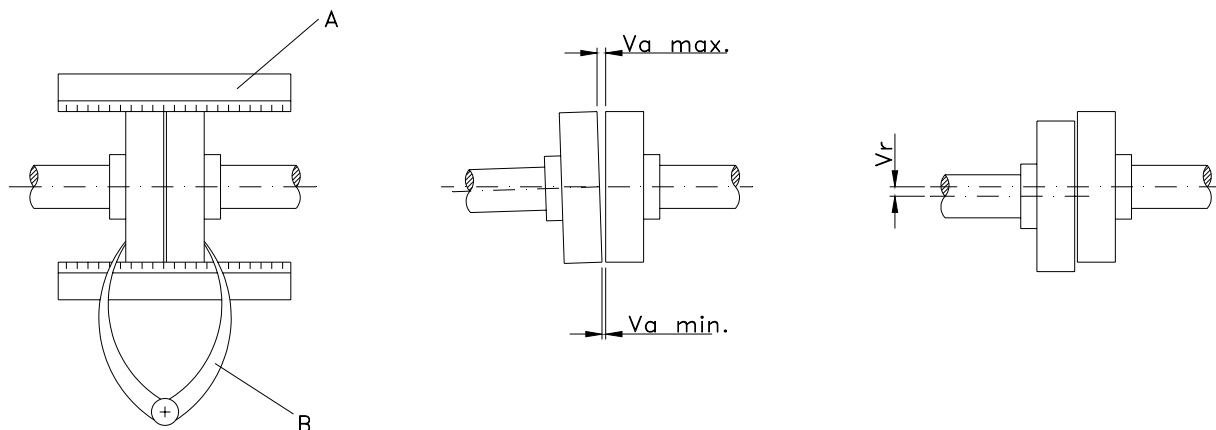

Figure 4.3 : alignement de l'accouplement.
Placez une règle à bord droit (A) au-dessus de l'accouplement : la règle doit être en contact avec les deux moitiés de l'accouplement sur toute leur longueur. Voir figure 4.3.